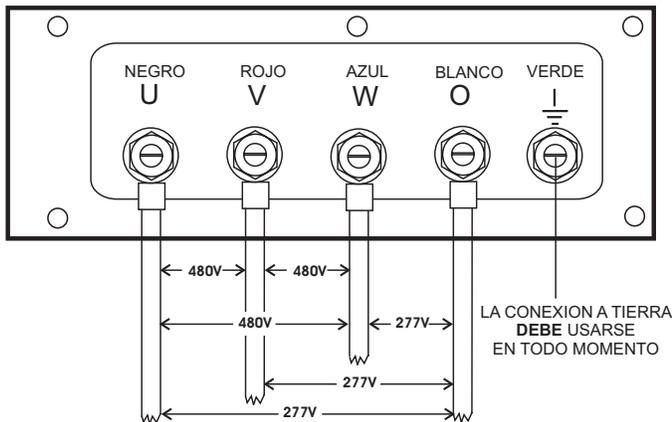

Figura 28. Contactos de las UVWO conexiones 480/277V fase tres
2. Conecte los alambres de carga a los **contactos de las terminales de salida** como se muestra en la Figura 28.